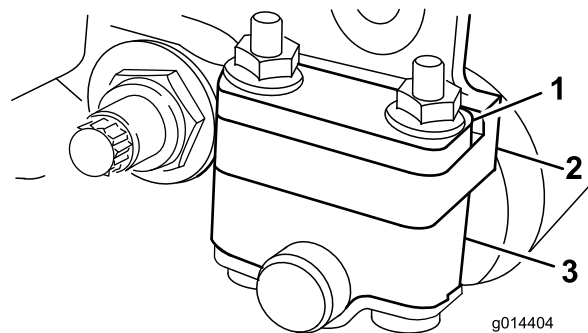
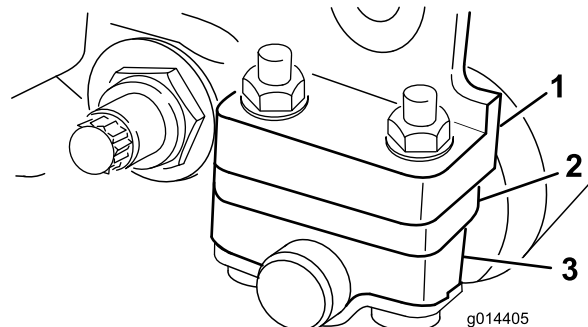

Рисунок 12
Рисунок 13
1. Отрегулируйте высоту положения кронштейнов заднего валика (Рисунок 12 или Рисунок 13) в соответствии с желаемым диапазоном высоты скашивания.
Для диапазона регулирования высоты скашивания от 1,6 до 6 мм смонтируйте прокладку поверх бокового монтажного фланца (заводская настройка) (Рисунок 12).
Для диапазона регулирования высоты скашивания от 3 до 25 мм установите прокладку снизу бокового монтажного фланца (Рисунок 13).